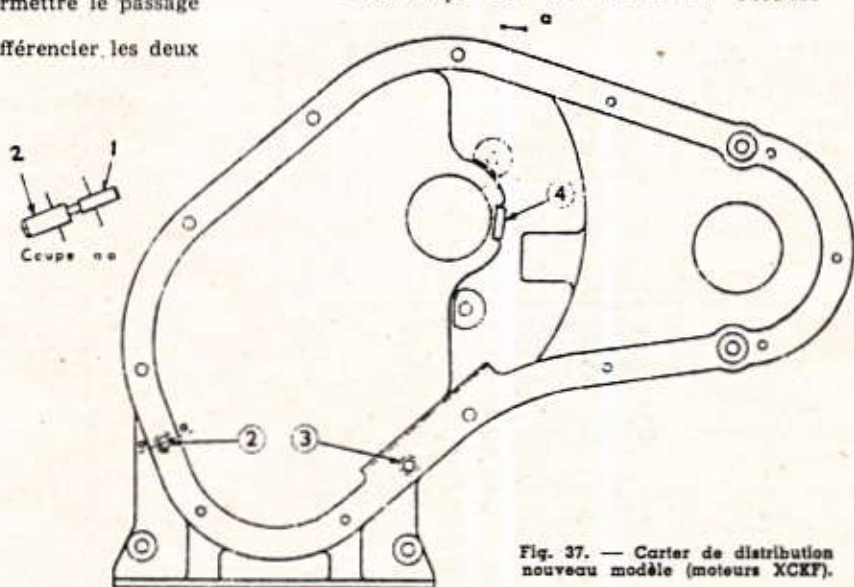

Fig. 37. — Carter de distribution nouveau modèle (moteurs XCKF).
le plot de centrage (1) du carter de distribution sur le bloc-cylindres et les deux plots de centrage (2) et (3) du couvercle sur le carter ont été supprimés pour faciliter le réglage de la tension de la courroie d'entraînement de la pompe d'injection (fig. 37).